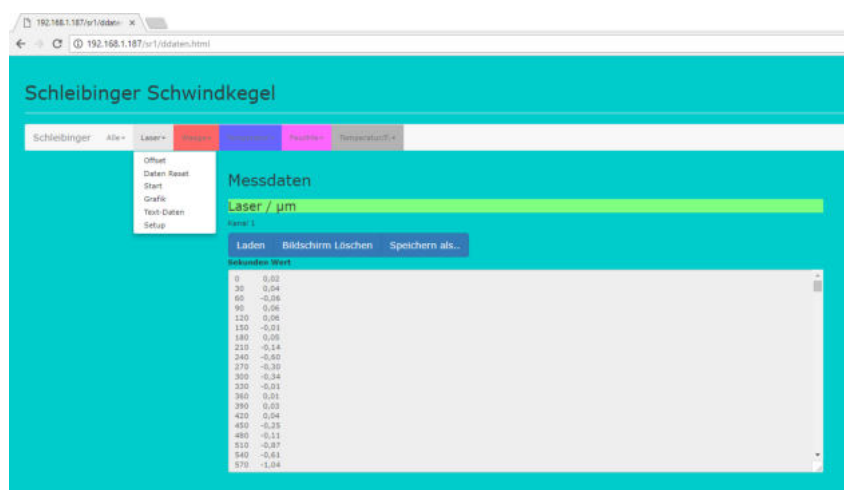

Abbildung 24: Anzeige der Messdaten
- Die Messdaten des ausgewählten Kanals werden in Tabellenform angezeigt (Abb. 24). In der ersten Spalte werden